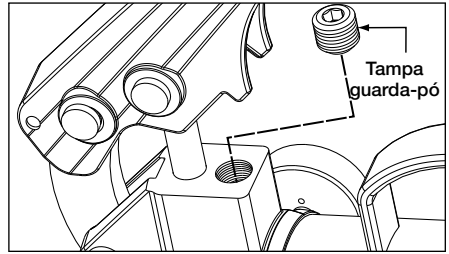

Figura 12, Válvula de Alívio (P-18 e P-39)
2. **Somente modelo P-84:** instale um manômetro de pressão de 0-1000 bar [0-15,000 psi] na saída "A" da bomba. Instale um bujão na saída "B" da bomba. Mova a alavanca de controle da válvula para a posição (A).
- Nos modelos P-18 e P-39, a válvula de alívio está localizada na parte superior da cabeça da bomba. Ver Figura 12.